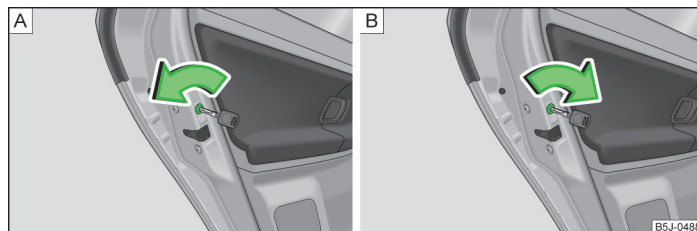

Fig. 10 Inserimento della sicurezza bambini: per vetture senza o con chiusura centralizzata
- Per i veicoli senza chiusura centralizzata, ruotare la fessura della sicurezza della porta di sinistra in senso antiorario » fig. 10 - **A**, quella della porta di destra in senso orario.
- Per i veicoli con chiusura centralizzata, ruotare la fessura della sicurezza della porta di sinistra in senso orario » fig. 10 - B, quella della porta di destra in senso antiorario.